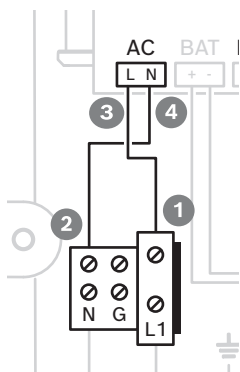

Рис. 3.2: Подключения светодиода индикатора
4. Подключите единственный коричневый провод к позиции 3, отмеченной буквой L (рис. 3.2).
5. Подключите другой конец коричневого провода к позиции 1 (рис. 3.2).
6. Подключите единственный синий провод к позиции 4, помеченной N (рис. 3.2).
7. Подключите другой конец синего провода к позиции 2 (рис. 3.2).
2. Подключите нейтральный провод к разъему **N** (рис. 3.2).
3. Подключите фазный провод к разъему **L1** (рис. 3.2).